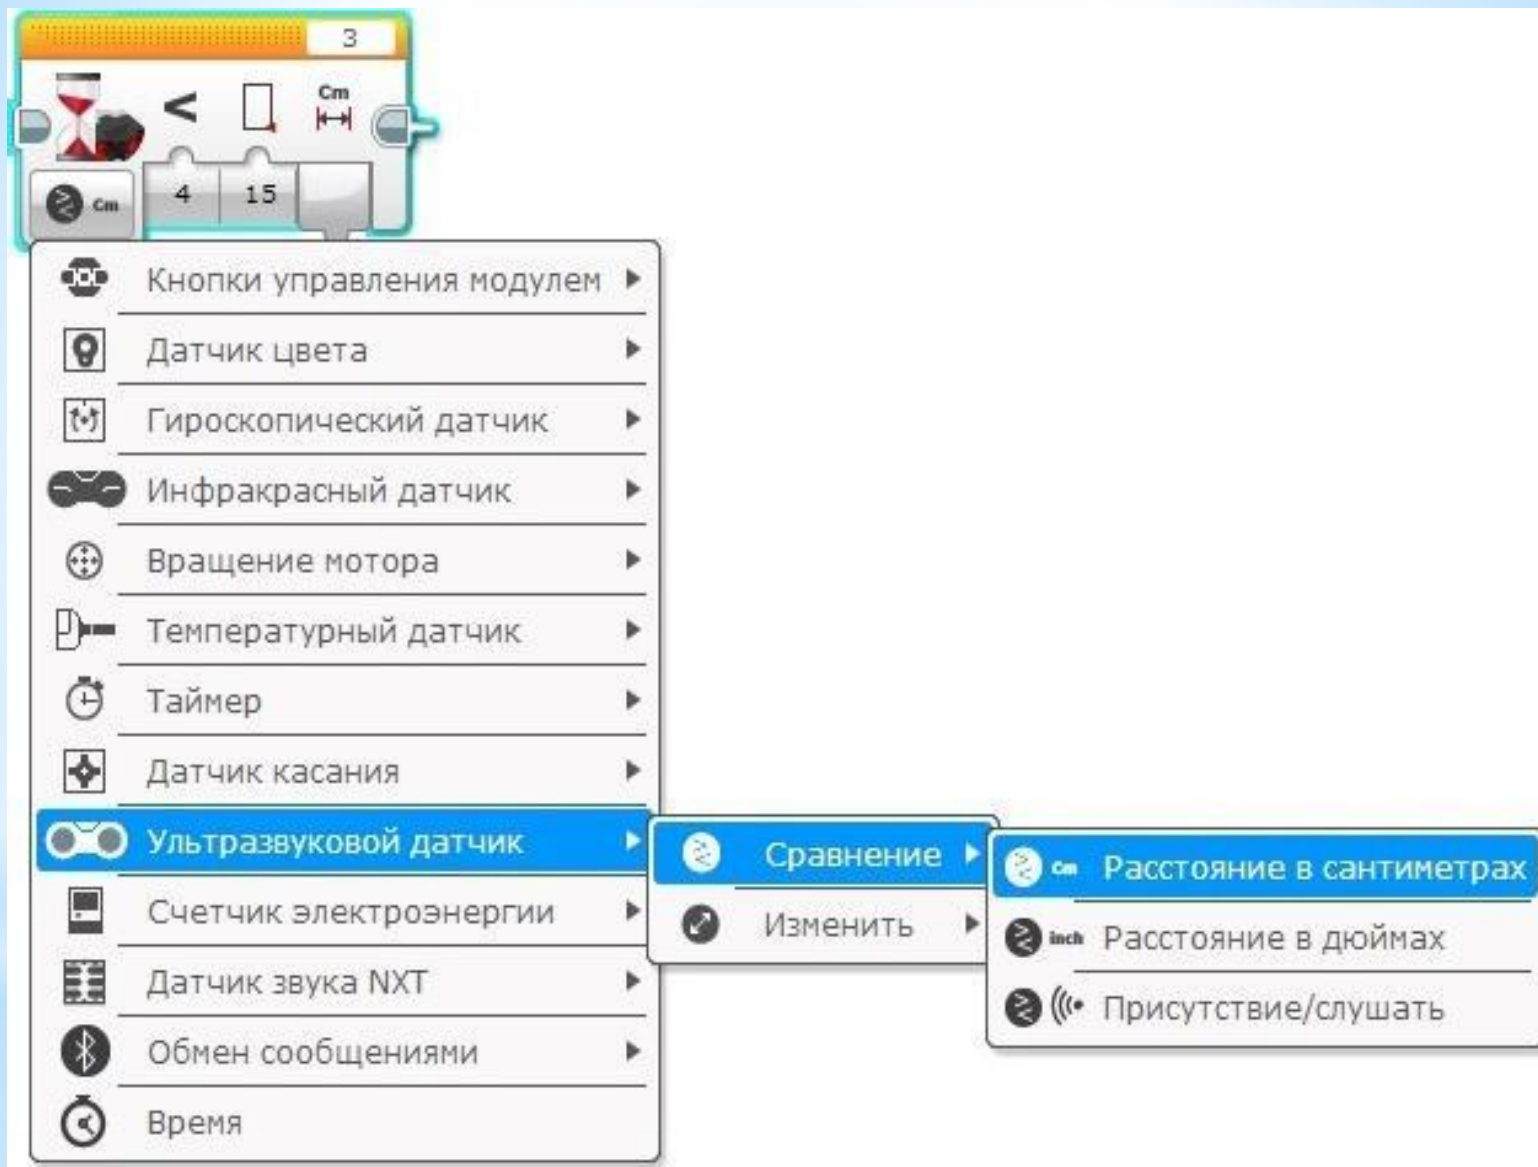

Рис. 1
- \* Для решения задачи воспользуемся уже знакомым нам программным блоком "Ожидание" Оранжевой палитры, переключив его в Режим: "Ультразвуковой датчик" - "Сравнение" - "Расстояние в сантиметрах << (Рис. 1).